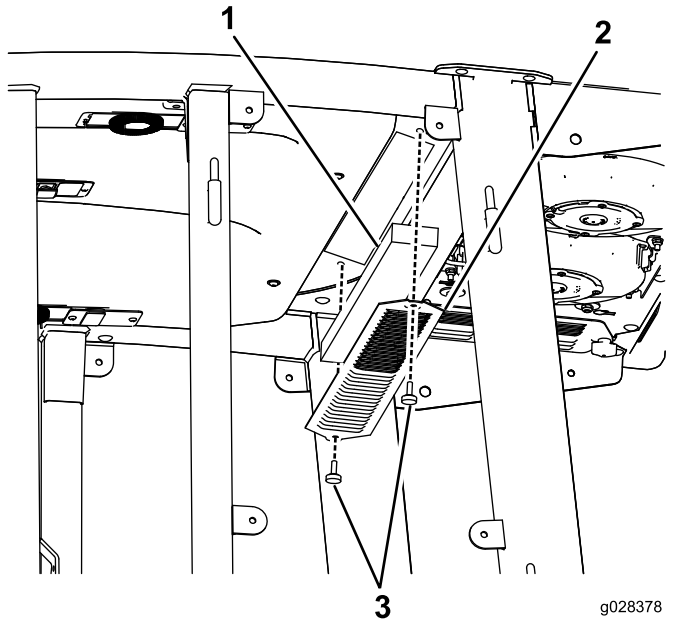
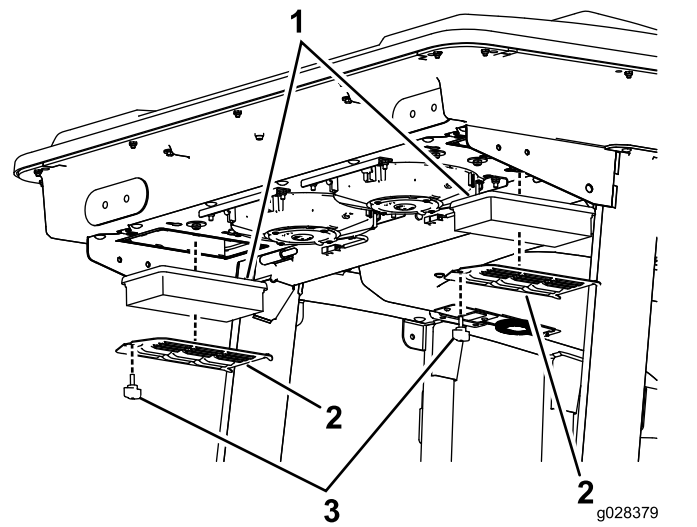
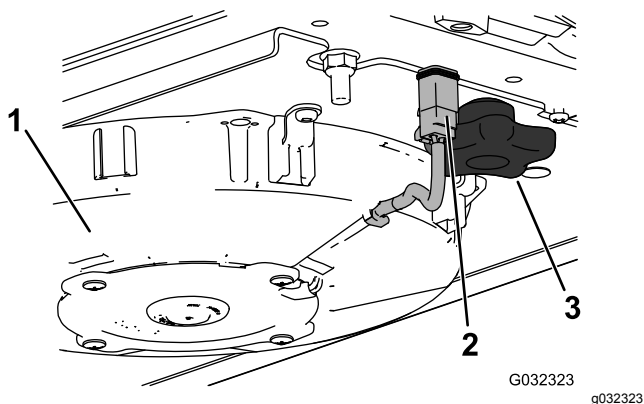
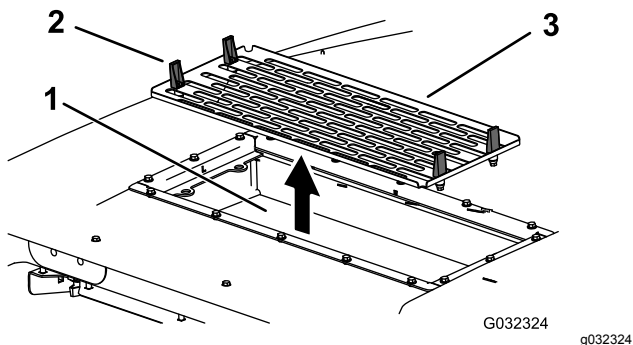

Bild 113
Bild 114
Bild 115
Bild 116
1. Nehmen Sie die Schrauben und Gitter von den internen und hinteren Kabinenluftfiltern ab (Bild 113 und Bild 114).
- 5. Entfernen Sie die Luftfilter (siehe Bild 114).
- 7. Bauen Sie Luftfilter, Gitter und Klimaanlage wieder ein (Bild 114, Bild 115 und Bild 116).
- 8. Schließen Sie das Kabel jedes Lüfters an (Bild 115).